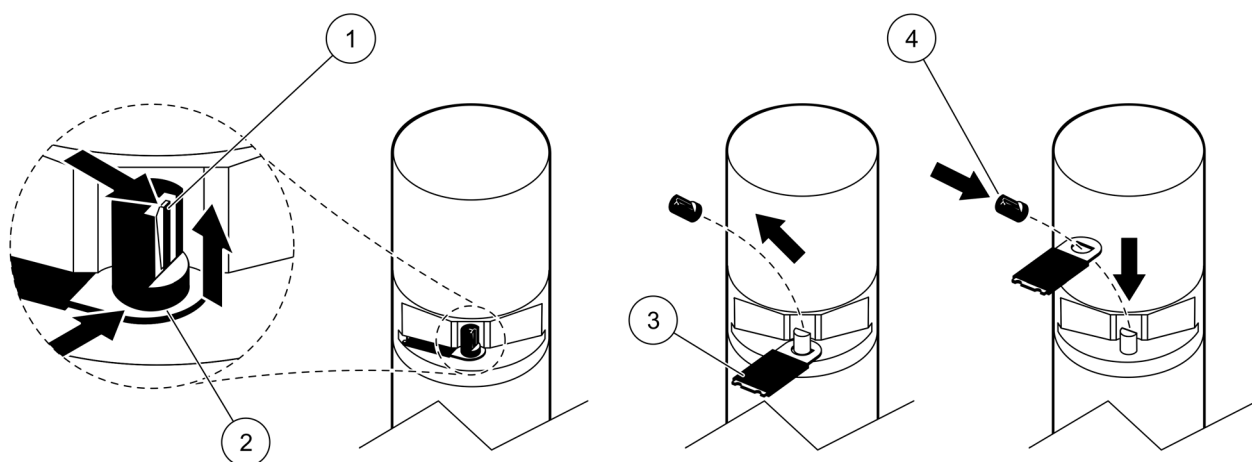

Рис. 8 Замена профиля очистителя
При замене профиля необходимо руководствоваться Рис. 8 и описанной ниже последовательностью действий.
9. Поднимите прижимную полосу (Рис. 8, поз. 1), переместите нижнюю часть крышки вверх и удалите ее (Рис. 8, поз. 2 и 3).
11. Очиститель выдвигается автоматически. Замените профиль очистителя (Рис. 8, поз. 4), установите на место крышку и фиксируйте ее (Рис. 8, поз. 5).